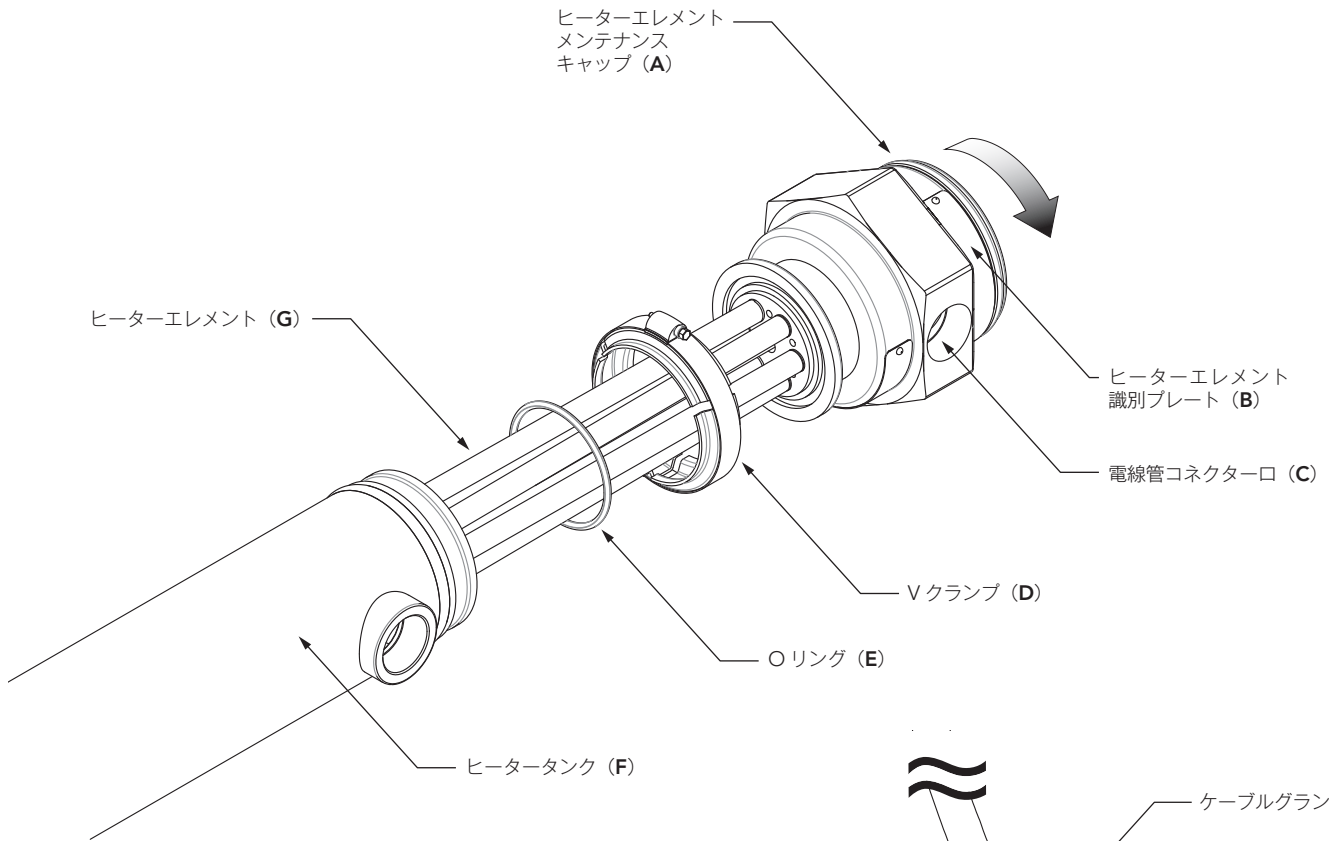

図 17 ヒーターエレメントの取外しと交換。本製品は、1年に1度オイルを抜いて清掃する必要があります（セクション 5.2 参照）
ヒーターエレメントの交換、メンテナンスを実施するときは、次の手順に従ってください（図 17）。ヒーターエレメントの消費電力と電源位相は、エレメントの外側の識別プレート（**B**）に記載されています。ヒーターエレメントを交換するときは、ここに記載の部品番号を参照してください。
8. V クランプのねじを緩めて、V クランプ（**D**）を取り外します。これで図 17 のようにヒーターエレメントがタンクから取り出せるようになりました。